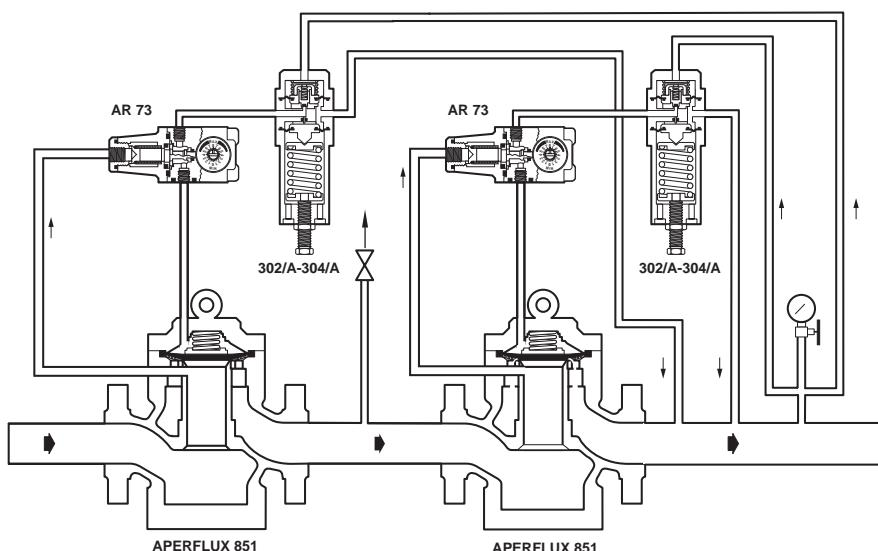

Fig. 18
- regolatore APERFLUX 851, in tutto uguale al regolatore principale (fig. 18).
- APERFLUX 851 regulator, the same in all ways as the main regulator (fig. 18).*
- APERFLUX 851, genau dem Hauptregler entsprechend (Fig. 18).
- un détendeur APERFLUX 851 parfaitement identique au détendeur principal (Fig. 18).
- regulador APERFLUX 851, igual en todo al regulador principal (fig. 18).
- regulador APERFLUX 851, exactamente igual ao regulador principal (fig. 18).